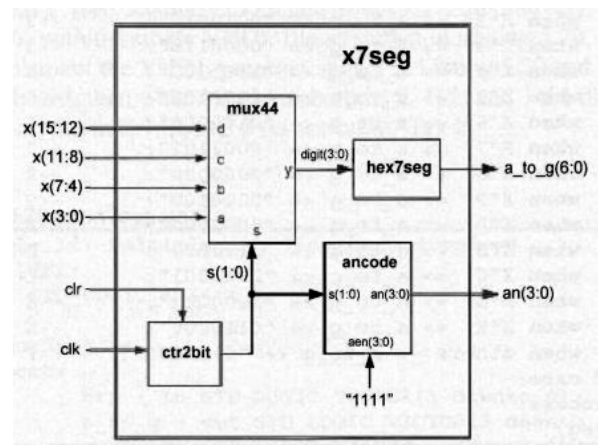

Figura 3
- Se crearán varios procesos para lograr la multiplexación tanto de los datos que se quieren visualizar (**mux44**), así mismo de controlar la saturación de los transistores de los displays (**ancode**). Las líneas que decidirán este cambio de un display a otro provienen de un proceso divisor de frecuencia (**clockdiv**) que dará una señal de reloj con una frecuencia más baja para poder visualizar distintos dígitos en los displays según la **Figura 3**.